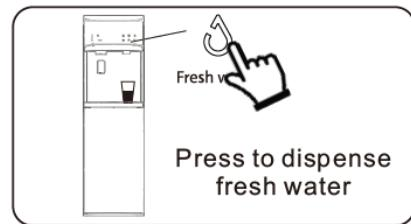

Fig 6
2. Toque suavemente el botón de agua fresca, la luz de fondo se encenderá y el agua a temperatura ambiente saldrá por la salida; vuelva a tocar el botón para detener el flujo de agua. (**Fig 6**).